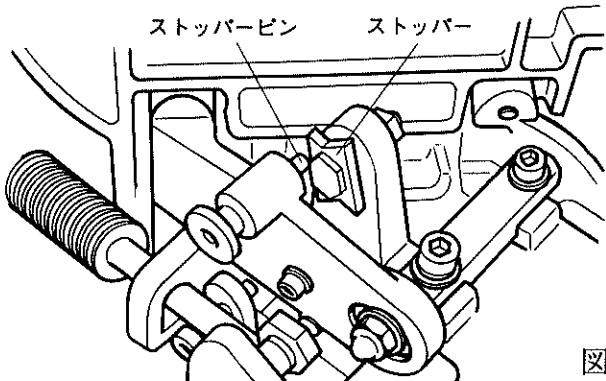

図16
- ② フレームを起こしましたら、ストッパー・ピン・ノブの手を離して、ストッパー・ピンがストッパーの後ろにあることを確認し、フレームが手前に倒れないことを確認してください。（図16）